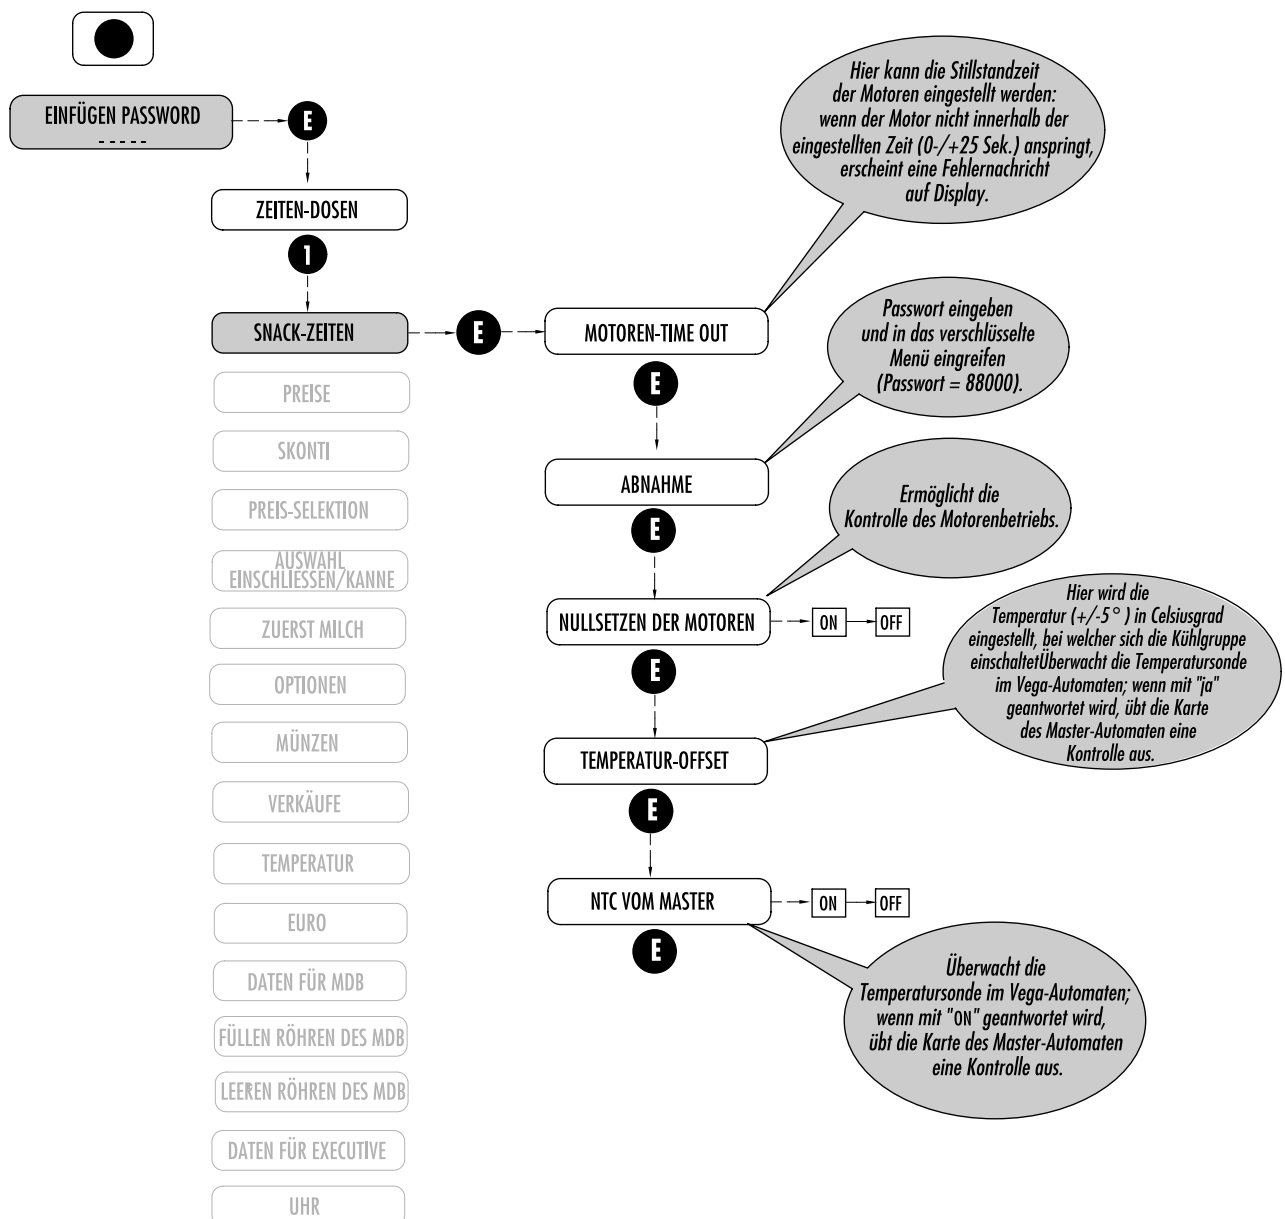

Abb. 7.5
7.2.2 SNACK-ZEITEN (mit Master/Slave) (Abb. 7.5)